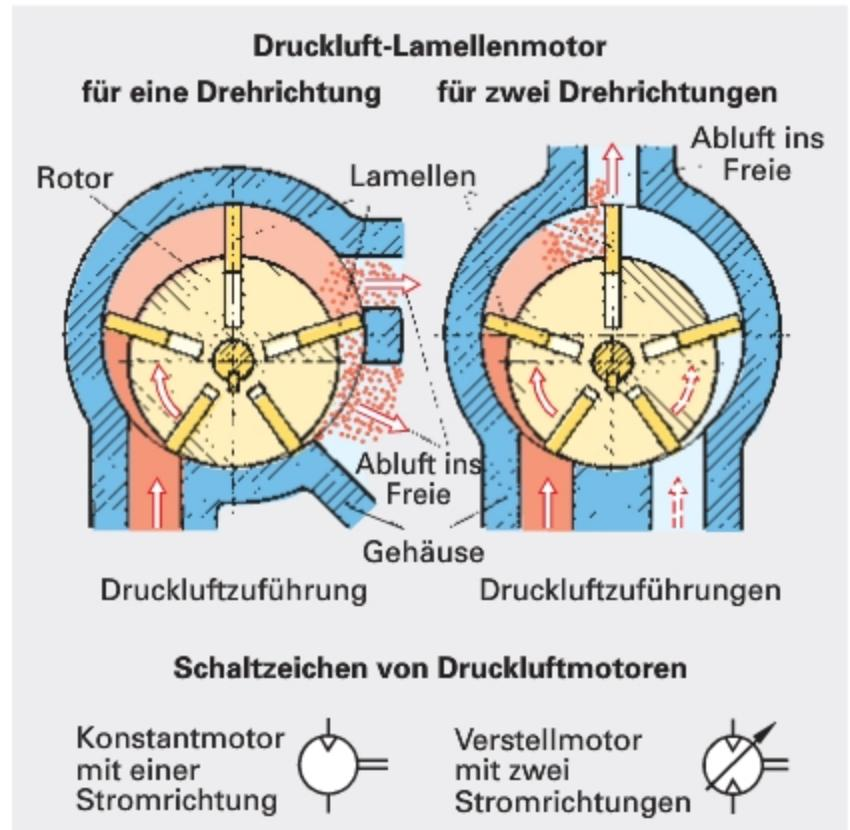

Bild 1: Druckluft-Lamellenmotor
**Druckluft-Lamellenmotoren** bestehen aus dem Gehäuse mit zylindrischer Bohrung und dem Rotor mit den Lamellen, die den sichelförmigen Arbeitsraum in mehrere Druckkammern unterteilen (Bild 1). Die durch die Druckluftzuführung einströmende Druckluft dreht den exzentrisch gelagerten Rotor über die in Schlitten radial verschiebbaren Lamellen. Da sich die Druckkammern bei der Drehung vergrößern, entspannt sich die Druckluft und strömt dann durch den Auslass ins Freie. Das abgegebene Drehmoment des Motors hängt vom Druck der Luft und von der beaufschlagten Fläche der Lamellen ab. Druckluftmotoren für zwei Drehrichtungen besitzen zwei Druckluftanschlüsse, die je nach der gewünschten Drehrichtung des Motors abwechselnd über ein 4/2-Wegeventil mit Druckluft versorgt werden.